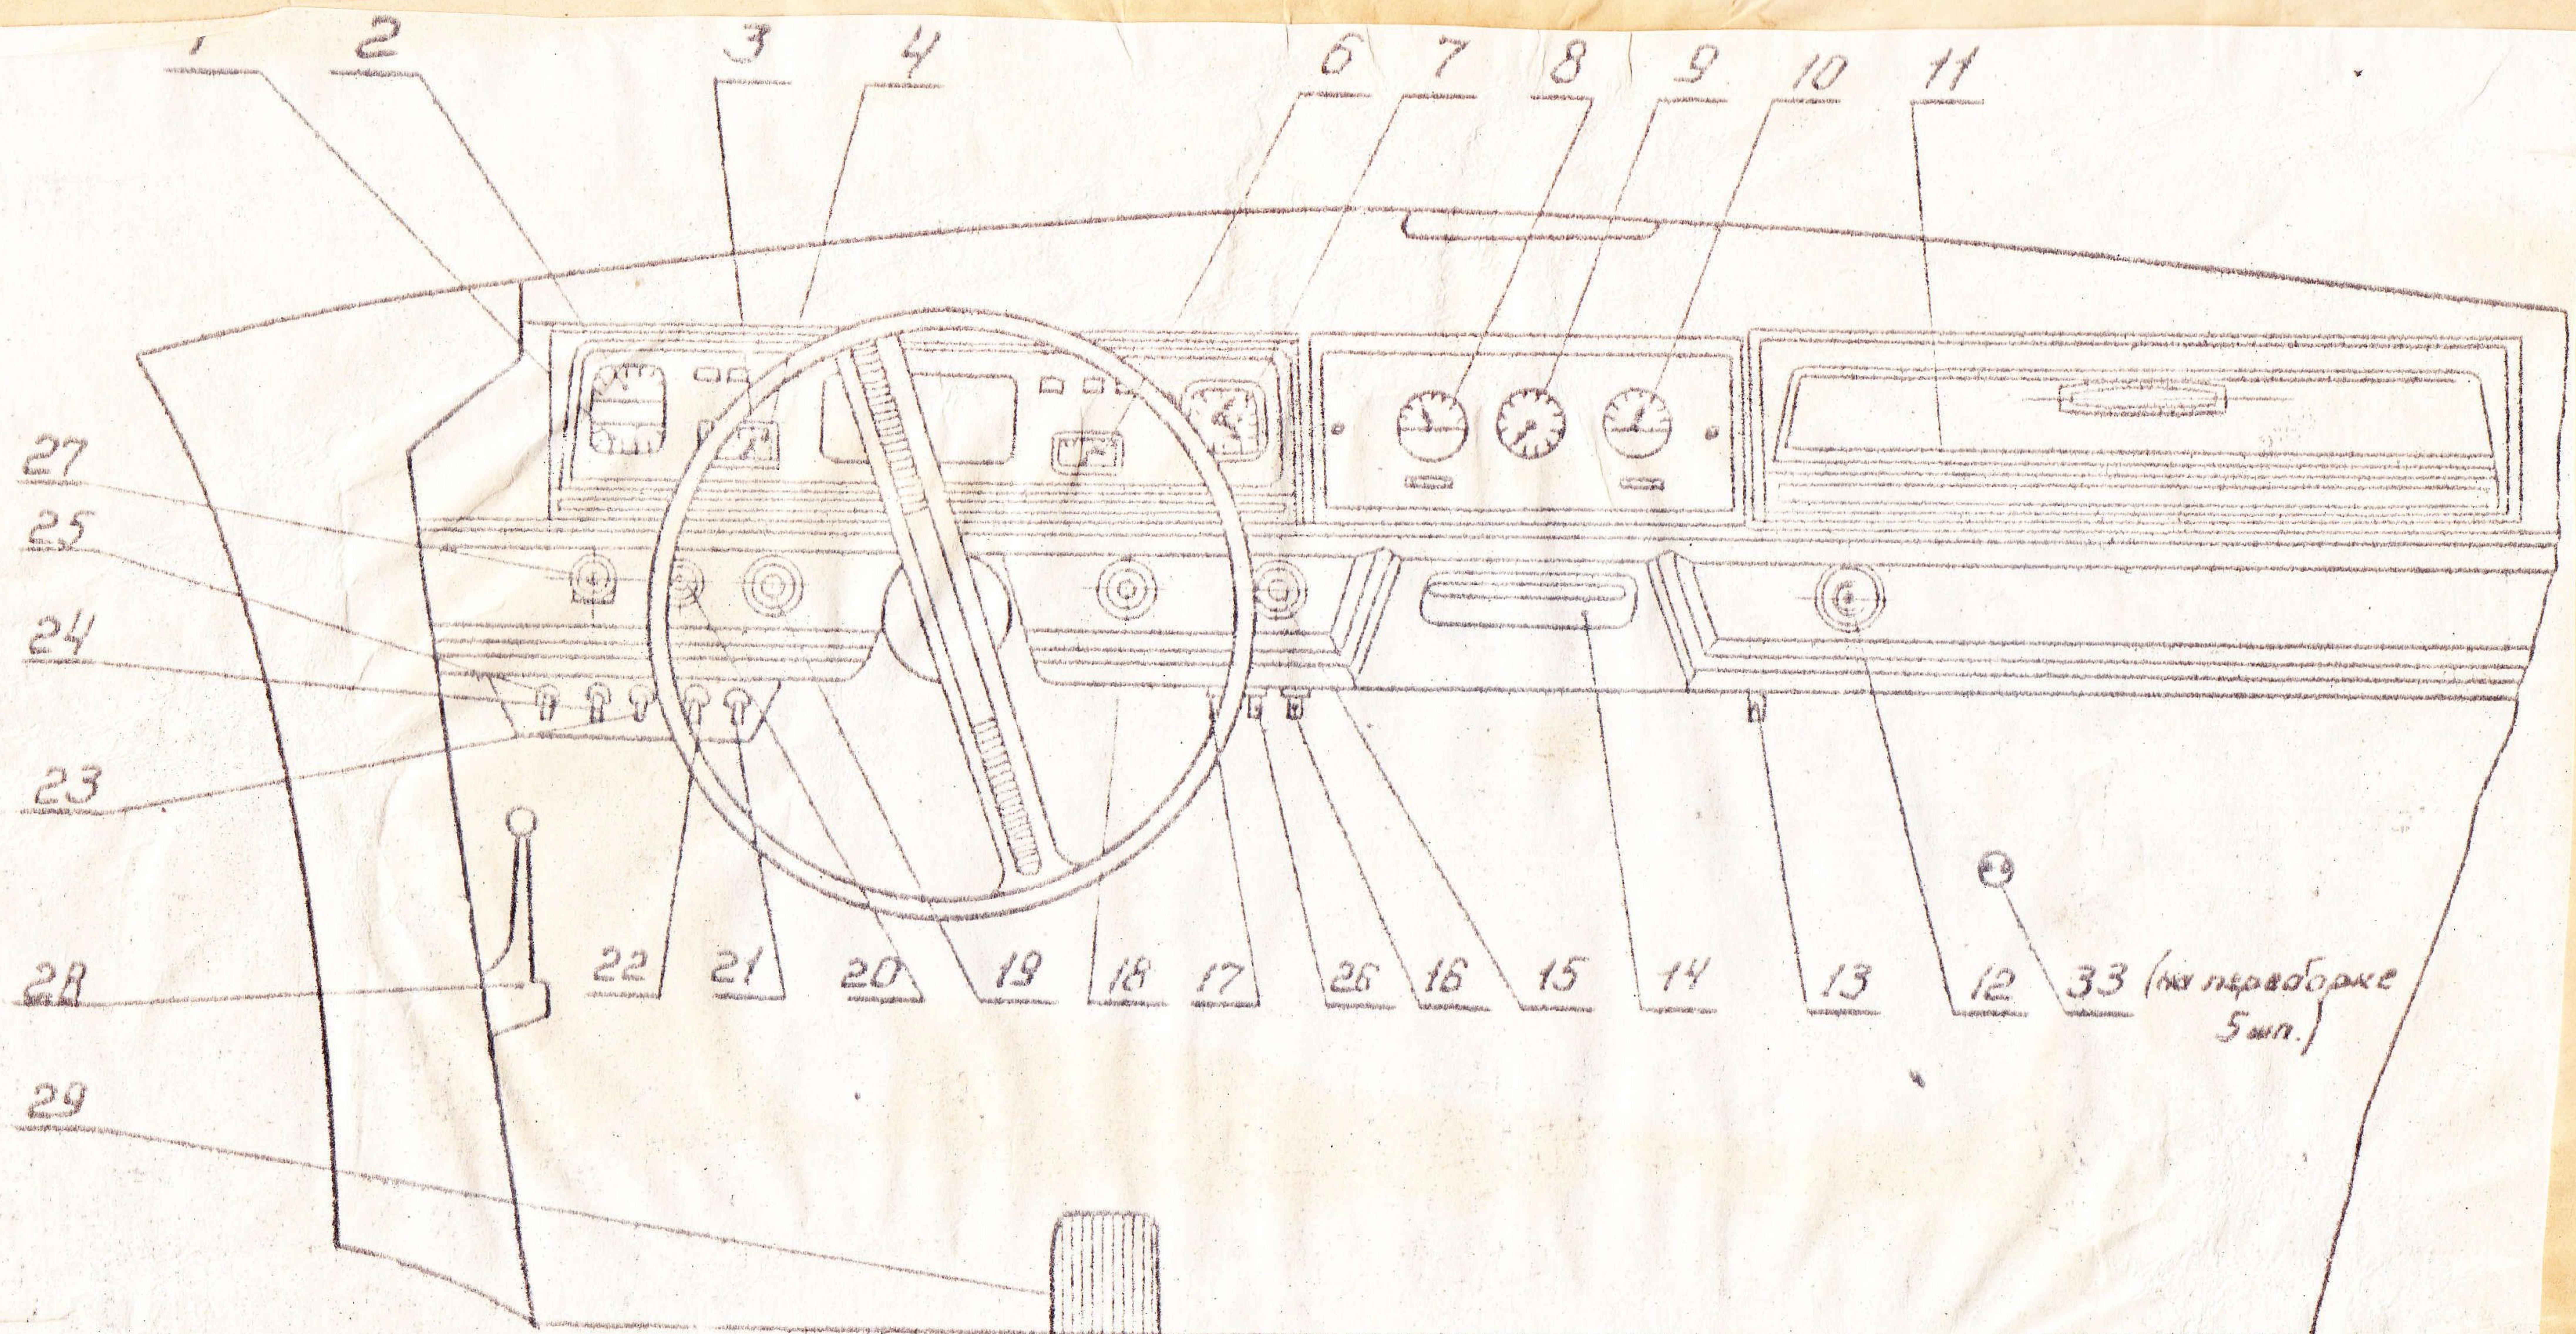

Рис. 5. Органы управления и контроля.
**ВНИМАНИЕ!** Перед включением стартера провентилийте моторное отделение в течение не менее 3-х минут, выключатель электровентилятора расположен на панели приборов (рис. 5, поз. 20).